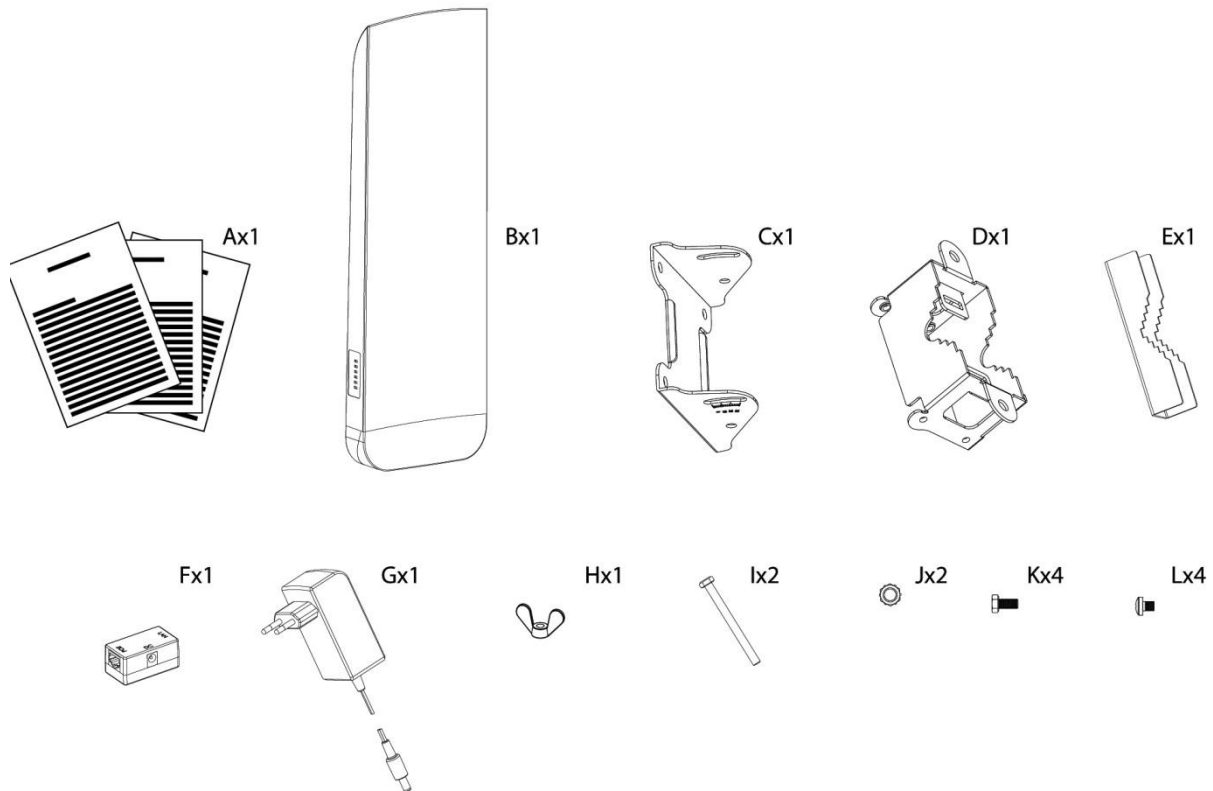

Figura 1 – Contenido del kit del APC 5M-90 V2
- Paso 4.** Fije el soporte al radio: fijar la parte 1 del soporte con los cuatro tornillos hexagonales M4x5 (ítems C y L de la *Figura 1 – Contenido del kit del APC 5M-90 V2*), después fijar la parte 2 del soporte con los cuatro tornillos hexagonales M5x10 (ítems D y K de la *Figura 1 – Contenido del kit del APC 5M-90 V2*).
Para fijar en mástil una la parte 3 del soporte (ítem E de la *Figura 1 – Contenido del kit del APC 5M-90 V2*) con las partes 1 y 2 previamente armadas con los tornillos y tuercas M6 (ítems I y J de la *Figura 1 – Contenido del kit del APC 5M-90 V2*):
Paso 6. Aterrice el APC 5M-90 V2. El equipo debe estar correctamente aterrizado para protegerse contra descargas. La tierra debe estar conectada al punto de aterrizaje y fija a través de la tuerca (ítem H en la *Figura 1 – Contenido del kit del APC 5M-90 V2*):
Paso 7. Conecte la fuente de alimentación con el inyector PoE (ítems F y G de la *Figura 1 – Contenido del kit del APC 5M-90 V2*) con el cable STP como se muestra a continuación: